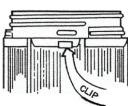

FIGURA 3
1. Los bombillos de las luminarias Champ® Serie VMV cat. No. G24 utilizan una guarda integral cat. No. P21. Los segmentos roscados de la guarda y el bombillo son de un largo diferente para asegurar que el bombillo y la guarda coinciden adecuadamente durante su ensamblaje. El seguro (clip) en la guarda ayuda a asegurarla al bombillo. Ver la figura 3